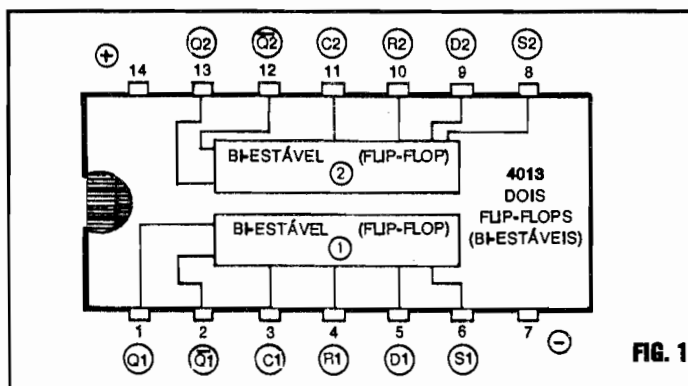
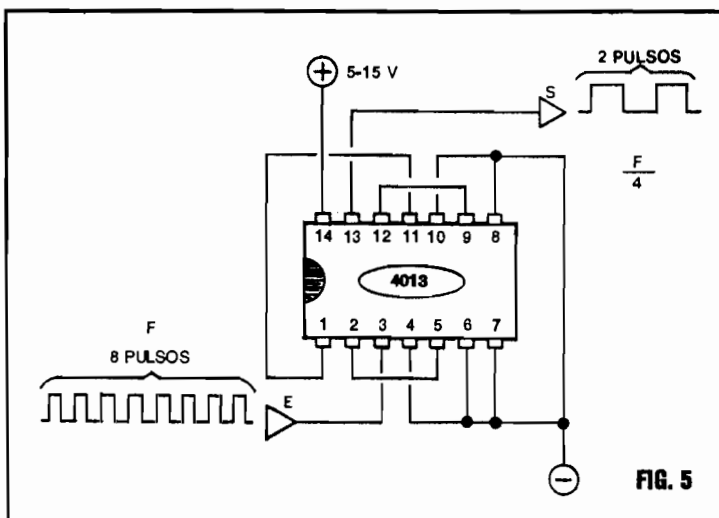

FIG. 1
FIG. 5
- FIG. 1 - O C.MOS 4013, CONTENDO DOIS FLIP-FLOPS BI-ESTÁVEIS...- Conforme vimos na “Aula” anterior, um dos mais importantes blocos lógicos é o do chamado **BIESTÁVEL**, que pode atuar tanto como verdadeira “célula de memória” (já que “guarda” um certo nível digital ou estado lógico, pelo tempo que for necessário, até que lhe seja dada uma ordem de “apagamento”...), quanto como **contador** ou **divisor por 2**. Alguns pontos práticos que já vimos, sobre os **BI-ESTÁVEIS**, são que tais blocos podiam ser construídos com **uma** ou com **duas** Entradas, e que, geralmente, apresentavam **duas** Saídas *invertidas* ou *complementares entre si* (ou seja: sempre que
- FIG. 5 - "CIRCUITANTO" O 4013 COMO DIVISOR POR 4... - Se não "forçar" muito a cabecinha de Vocês, caros Leitores/"Alunos" (lembram-se daquelas elementares primeiras Lições de Aritmética, nas primeiras séries do primeiro grau...?), pedimos notar que **dividindo ou número ou quantidade duas vezes por 2, teremos o equivalente à sua divisão por 4...** Assim, como o 4013 contém dois blocos capazes de, individualmente, fazer divisões por 2, basta "enfileirar" de forma lógica os dois blocos para se obter uma divisão por 4... O esqueminha da figura mostra como isso pode ser feito na prática, pela simples interligação correta das Entradas, Saídas e pinos de Controle dos dois blocos do 4013, e sem o auxílio de nenhum outro componente externo (apenas o puro e simples trabalho do Integrado...)! Comparando o esquema com o diagrama das "entranhas" do 4013 (FIG. 1), percebe-se claramente que a Saída NORMAL do primeiro BIESTÁVEL (pino 1) encontra-se diretamente ligada à Entrada de CLOCK do segundo BIESTÁVEL (pino 11), e que - agora - recolhemos a Saída final do conjunto no pino de Saída do segundo BIESTÁVEL (pino 13). Dessa forma, a Frequência final obtida será 4 vezes menor do que a aplicada à Entrada E...! Em outras palavras (e conforme exemplificam os diagramas de formas de onda na figura...), se aplicados 8 pulsos completos à Entrada E teremos - no mesmo intervalo de Tempo - 2 pulsos completos na Saída S... Uma rigorosa e concreta divisão por 4...!